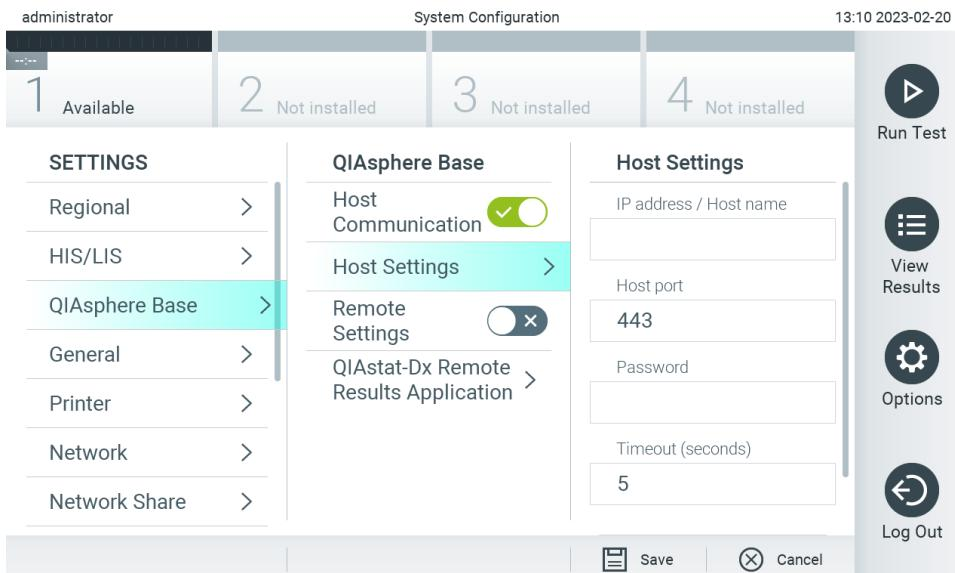

Abbildung 65. Konfigurieren der Verbindung mit der QIAsphere Base.
2. Wählen Sie aus der Liste **Settings** (Einstellungen) in der linken Spalte **QIAsphere Base** (Abbildung 65) aus.